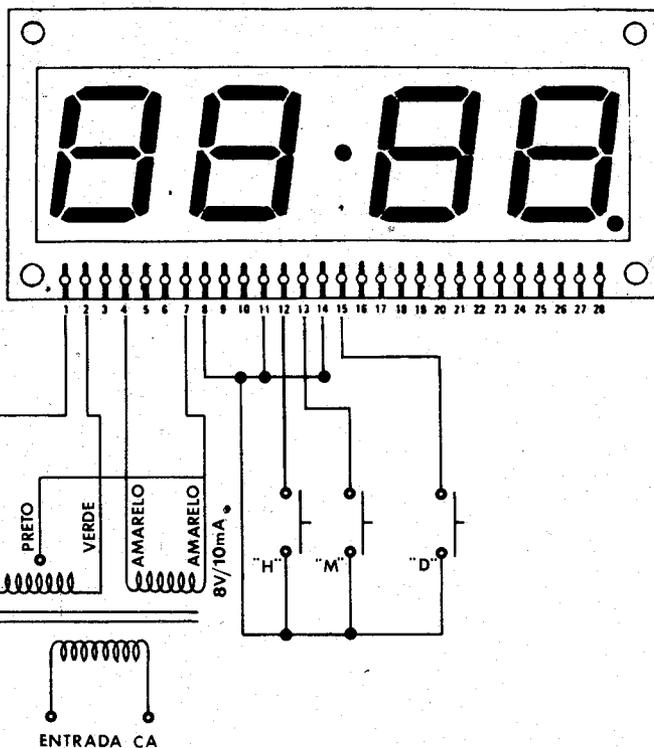

FIGURA 9
**3.ª opção: visualização dos segundos (sem alarme)** — Esta montagem deve ser executada com base na figura 9. Siga as instruções: